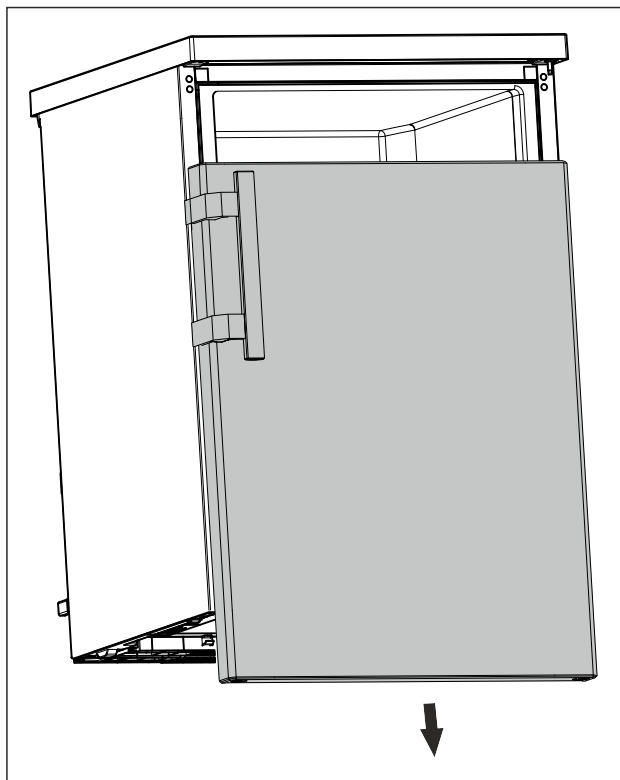

Fig. 12
- Võtke uks allapoole maha. (vt. Fig. 12)